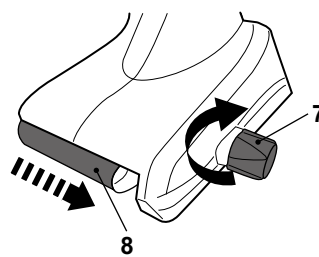

Fig. 2
- > Pendant que la bande tourne, utilisez le bouton d'ajustage (7) pour aligner la bande sur le centre du rouleau.
- > Tournez le bouton d'ajustage (7) dans le sens des aiguilles d'une montre pour décaler la bande (8) vers la droite (Fig. 2).